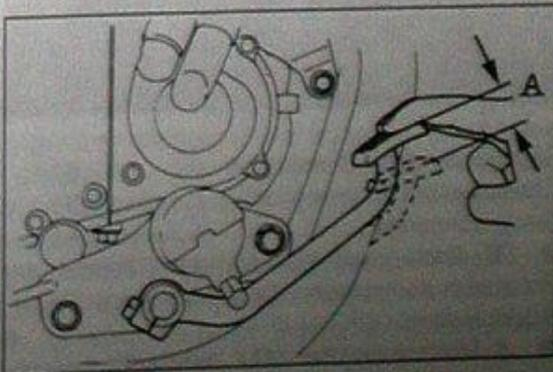

Bild 49
- Bremshebelspiel «A» Bild 49 bis zum Einsetzen der Bremswirkung soll 20 – 30 mm betragen.